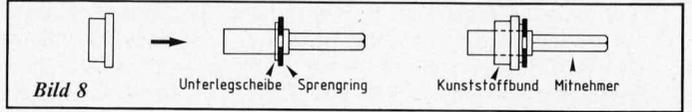

Bild 8
7. Anschließend wird der Sprengring auf den Mitnehmer gepreßt und danach von der Rückseite aus (die Seite mit der Bohrung) eine Unterlegscheibe sowie der Kunststoffbund aufgesetzt (Bild 8).